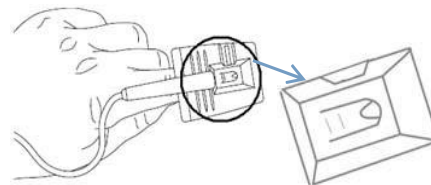
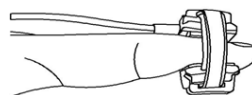

Figura 2 Sensore a Dito in Gomma
Figura 4(A/B) Sensore a dito/a piede di Tipo Y
3. Per il sensore SpO2 con clip a dito in gomma per adulti, inserire un dito (l'indice è preferibile, ma si può utilizzare anche il medio o l'anulare, a condizione che le unghie siano della lunghezza appropriata) nel sensore secondo il simbolo sulla parte superiore del sensore, come mostrato nella Figura 2. Si prega di notare che il dito deve essere inserito abbastanza in profondità da far sì che la luce emessa dal sensore ottico (da un lato del sensore di tipo Y) si trasmetta attraverso l'osso del dito per la diffusione della luce prima di raggiungere la parte ricevente del sensore di tipo Y.
4. Il sensore SpO2 Universale di Tipo Y con fascia in gomma può essere avvolto attorno un dito o alla pianta del piede (specialmente in caso di neonati). Nel sensore mostrato nella Figura 2, la fascia di gomma può essere rimossa dal sensore di Tipo Y per la pulizia, il sistema di fissaggio della fascia può essere regolato per allineare il sensore e garantire una corretta aderenza. Posizionare il sensore di Tipo Y nella posizione corretta all'interno della fascia aperta per essere avvolta attorno al dito o alla pianta del piede. Quando viene utilizzato su un dito, inserire il dito tra i due lati del sensore di Tipo Y, quindi avvolgere la fascia attorno al sensore come mostrato in Figura 4(A). Quando viene utilizzato sulla pianta del piede, posizionare la pianta all'interno della fascia, quindi avvolgerla attorno al piede e stringerla con la forza adeguata come mostrato in Figura 4(B); si raccomanda vivamente di utilizzare garza autoadesiva per fermare il cavo del sensore in prossimità del sito di misurazione, in modo da evitare movimenti tra il sensore e l'area misurata e garantire una maggior qualità del segnale.